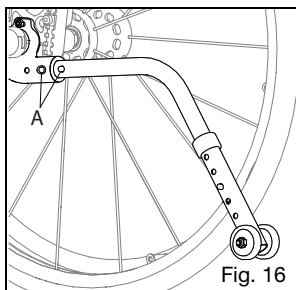

Fig. 16
Cómo instalar los antivuelco estándar (Fig. 16)
1. Empuje el pasador de liberación posterior de los antivuelco (Fig. 16:A) dentro del correspondiente tubo de tal manera que ambos pasadores queden dentro.